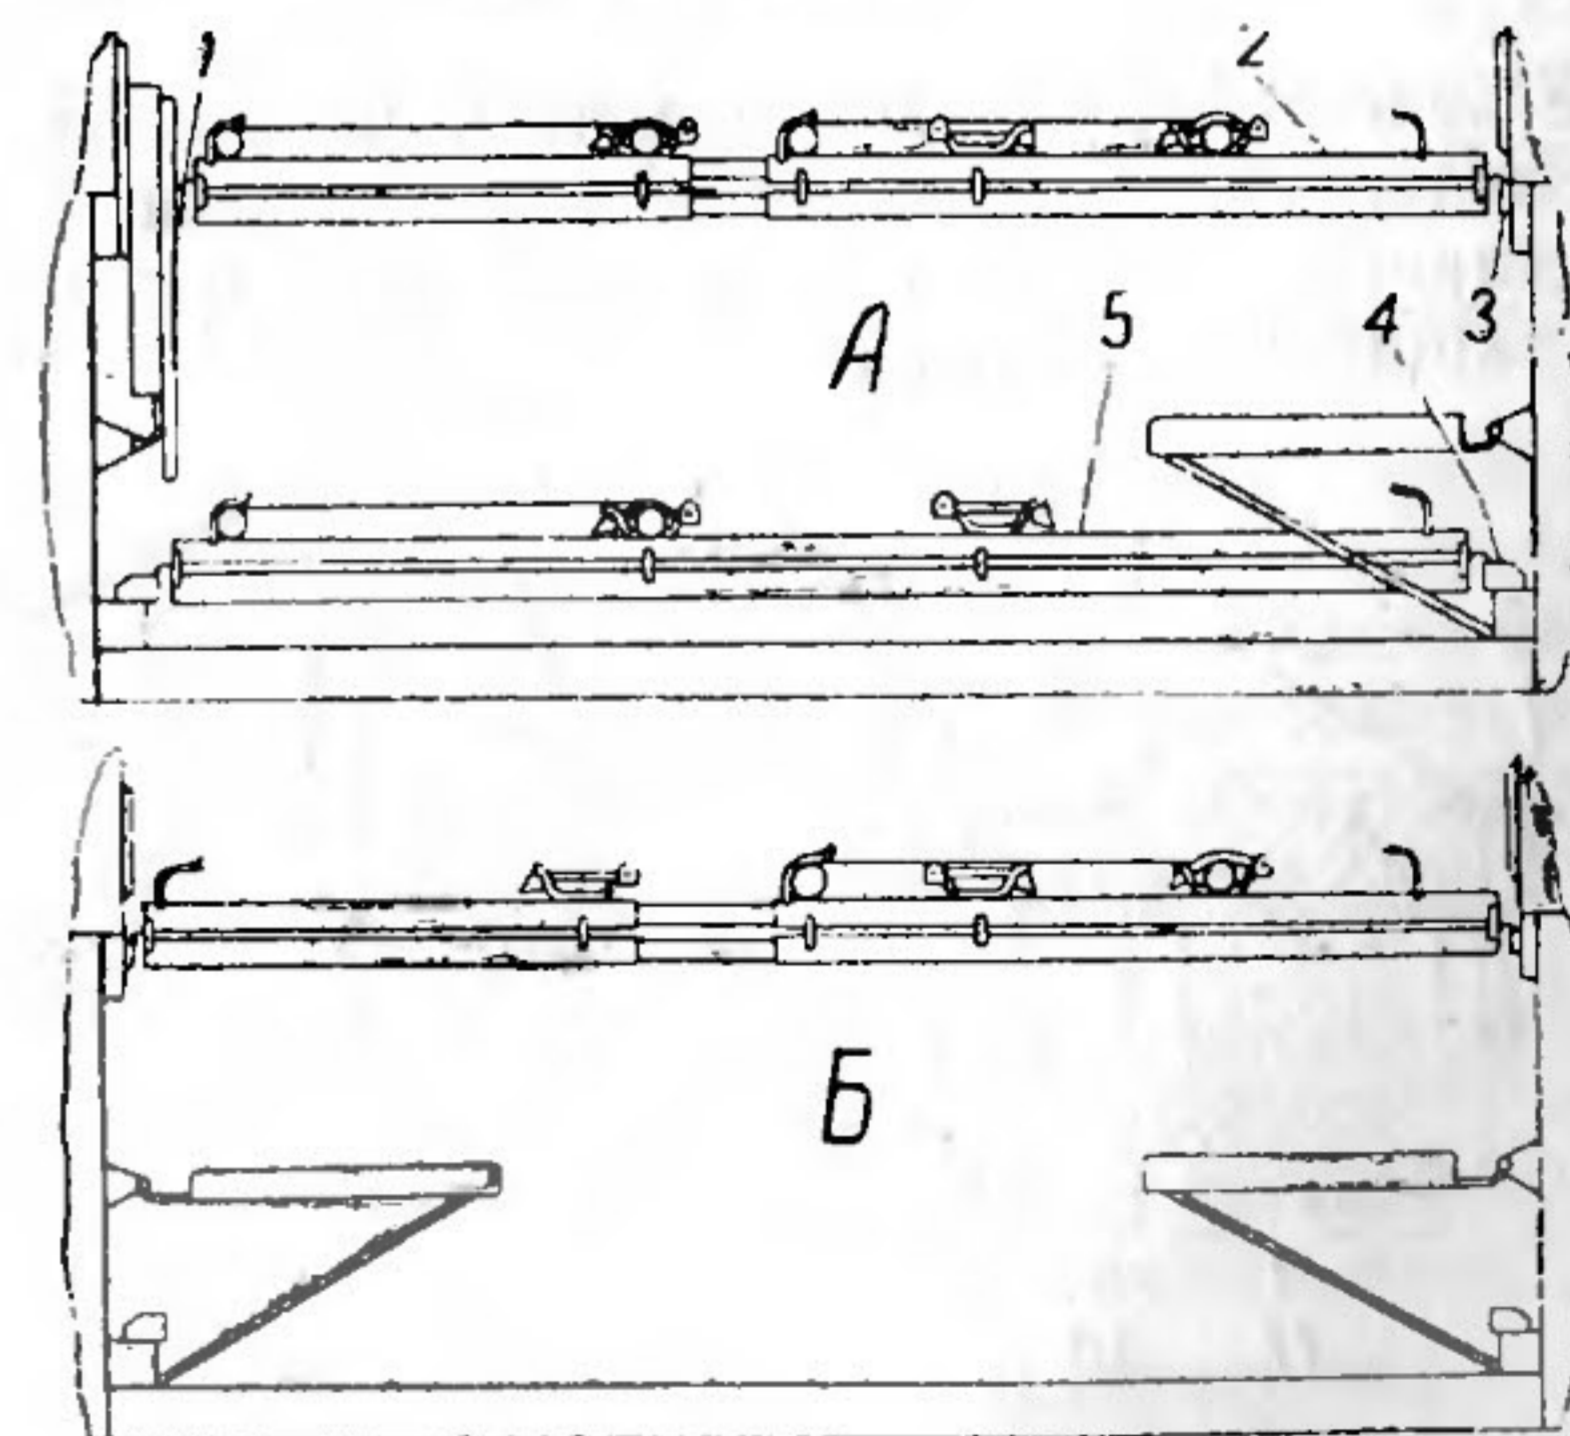

Рис. 70. Схемы размещения и крепления санитарных носилок:
1. Размещение трех носилок на платформе и четырех человек, сидящих на правом сиденье (рис. 70А).
2. Размещение одних носилок посередине платформы и восьми сидящих человек на сиденьях (рис. 70Б).